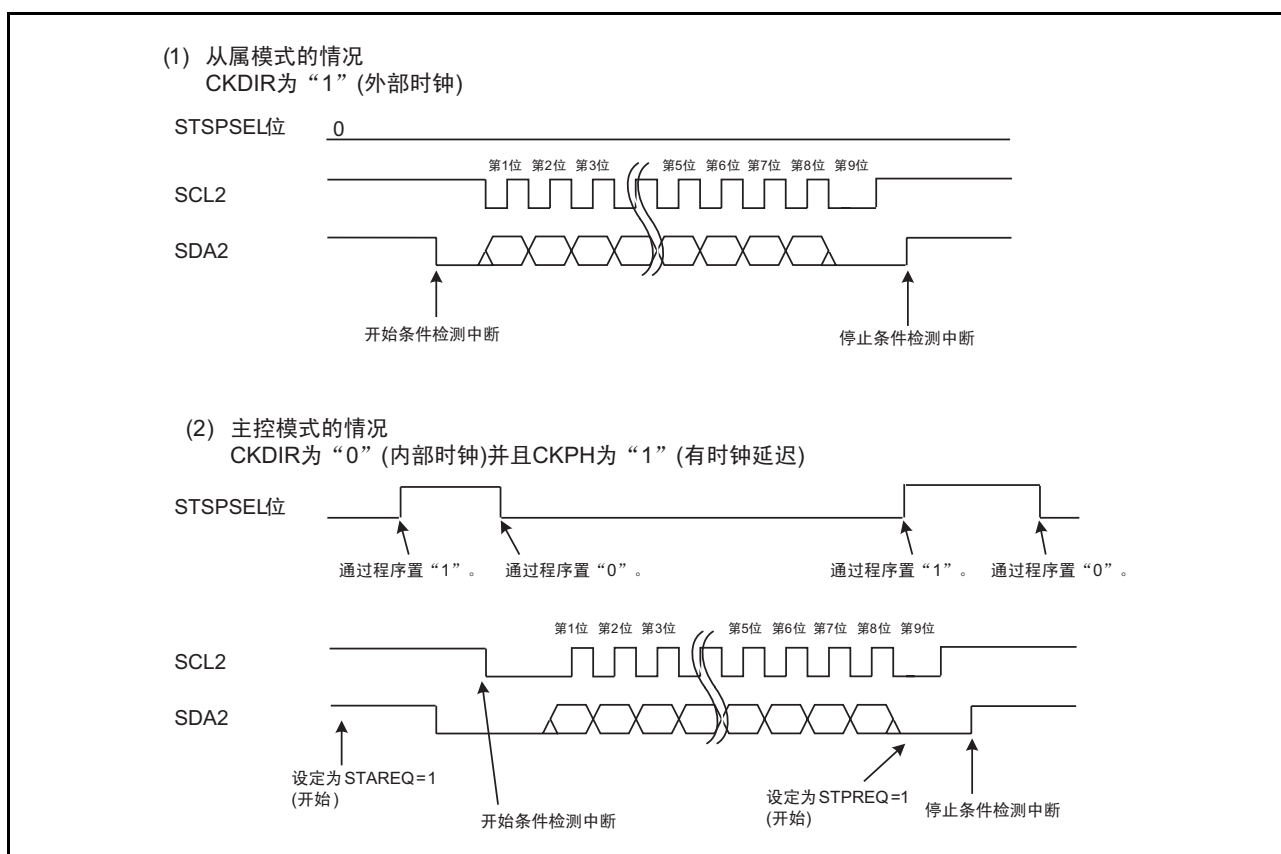

图 21.16 STSPSEL 位的功能
- 注 5. 参照“图 21.16 STSPSEL 位的功能”。
STSPSEL 位的功能如表 21.13 和图 21.16 所示。